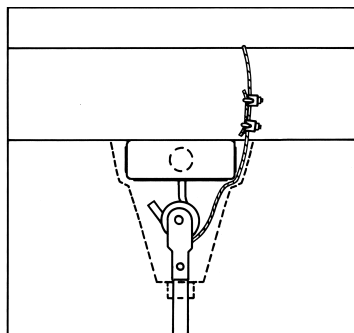

Figure 4
**IMPORTANT PRÉCAUTION :** Le câble de sécurité ne doit pas être placé entre le cylindre en caoutchouc et le crochet, mais plutôt comme illustré en Figure 4.
6. Quand vous suspendez le ventilateur sur le crochet en J fourni par l'usine, assurez-vous que le câble en haut de la tige est positionné derrière le crochet en J comme illustré en Figure 4.